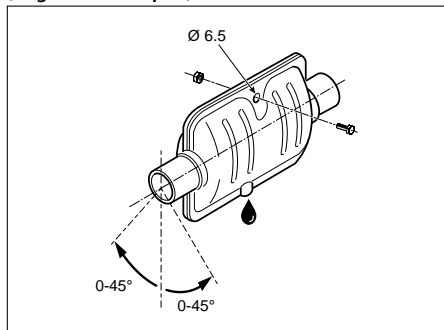

Abb. 23: Einbaulage Abgasschalldämpfer
- Korrekte Einbaulage sicherstellen. Siehe Abb. 23.